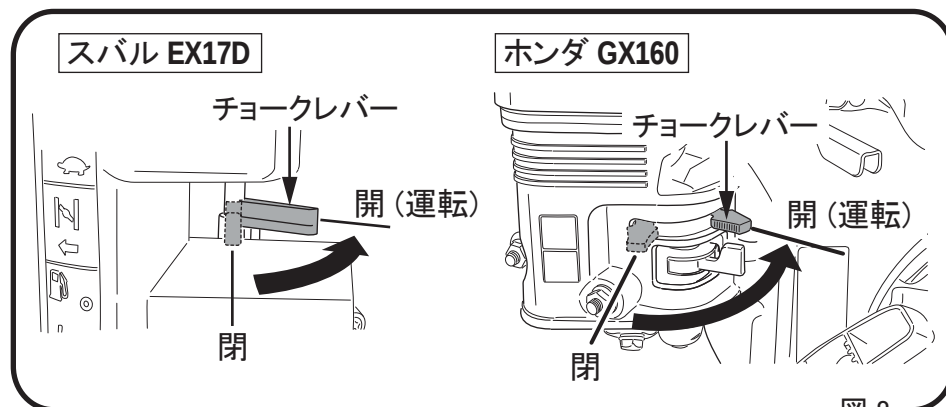

図 8
- 7 エンジンが始動したらチョークレバーを開きます。(図8)